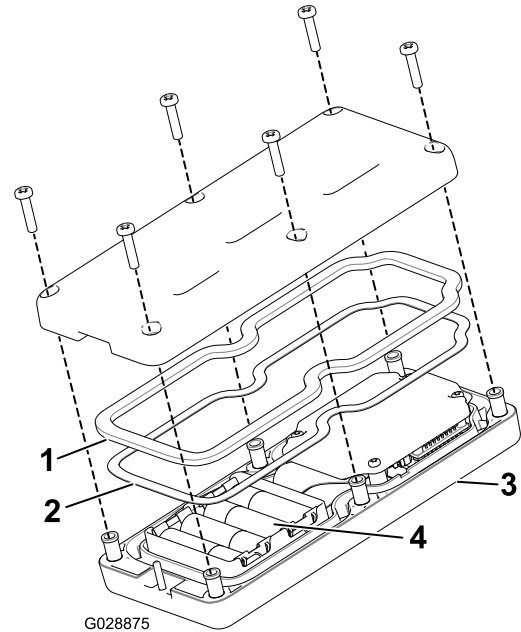

Bild 46
3. Nehmen Sie die sechs Schrauben aus der Rückseite der Fernbedienung heraus und nehmen Sie die Abdeckung ab (Bild 46).
5. Legen Sie die Batterien in das Batteriefach ein und achten Sie auf die richtige Polarität. Das Fach hat Polaritätsmarkierungen für jeden Anschluss (Bild 46).
6. Wenn Sie die Gummidichtung und die Stahldichtung aus Versehen entfernen, setzen Sie sie vorsichtig in den Kanal in der Handfernbedienung ein (Bild 46).
7. Setzen Sie die Abdeckung auf und befestigen sie mit den sechs vorher entfernten Schrauben (Bild 46) und ziehen sie mit 1,5-1,7 Nm an.